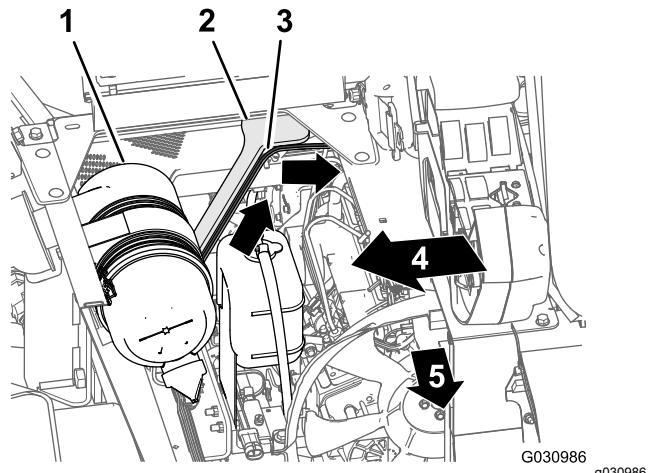

Figura 109
- Disponete la diramazione da 165 cm del cablaggio preassemblato verso l'alto e nella parte posteriore del vano motore, lungo il supporto destro della copertura del motore, davanti al condotto che collega il filtro dell'aria e il motore (Figura 109).